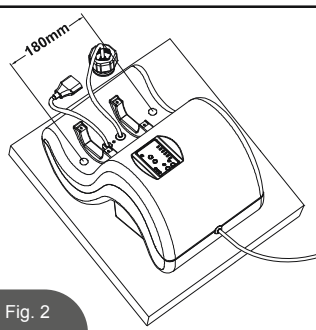

Fig. 2
2. Hålen för montering är 6,4mm i diameter och placerade med ett avstånd på 180mm från varandra. Använd två bultar och låsmuttrar med en maxdiameter på 6,4mm. Återinstallera därefter elektrolyscellen och övriga delar. (Se Fig. 2)